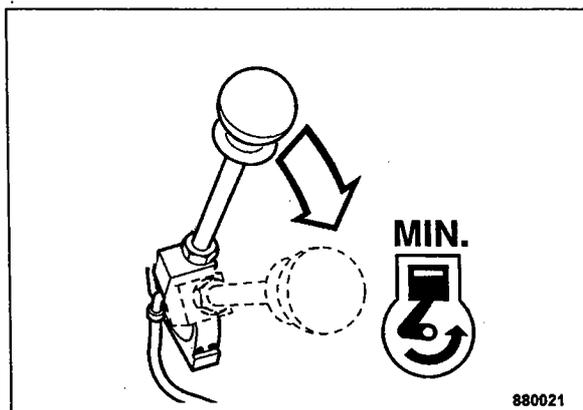

Fig. 68
- Colocar la palanca reguladora de revoluciones (Fig. 68) en posición de marcha en vacío, "Motor MIN".